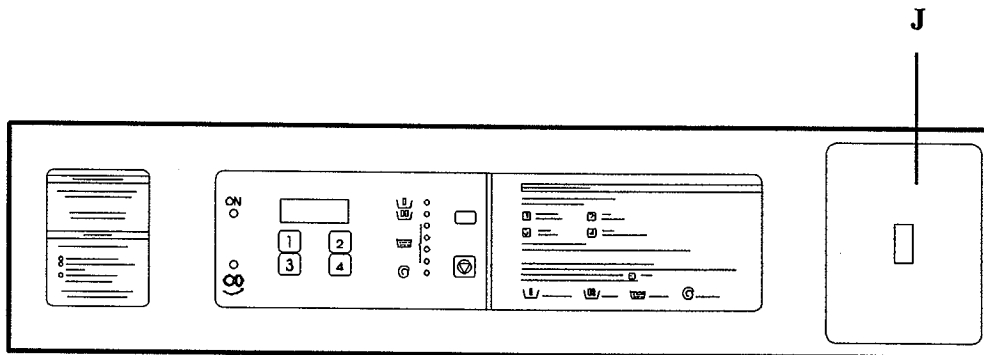

fig. 11
Start Push-button (J). (fig. 11)
Pulsador de marcha (J). (fig. 11)
Bouton-poussoir de marche (J). (fig. 11)